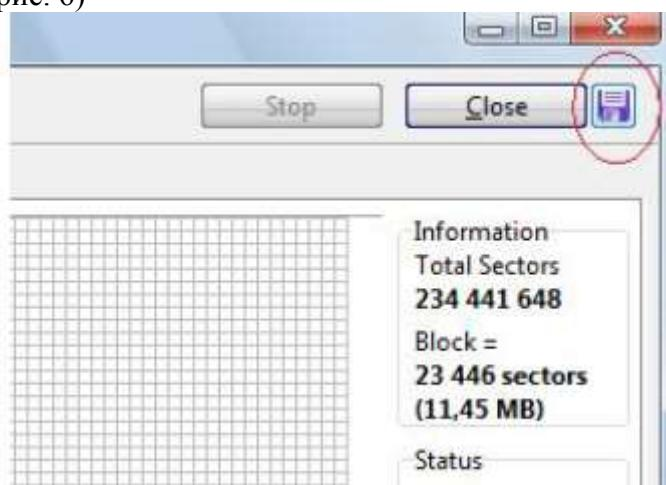

Рисунок 6 – Сохранение результатов теста
- Write test - переписывает дисковую поверхность с конфигурируемым образцом. Вызывает анализ любых слабых секторов и проверяет любые скрытые проблемы и устанавливает их перераспределением дефектных секторов. ВНИМАНИЕ: этот тест уничтожит все существующие данные на диске. Выберите и запустите Read Test. После тестирования сохраните результаты (рис. 6)